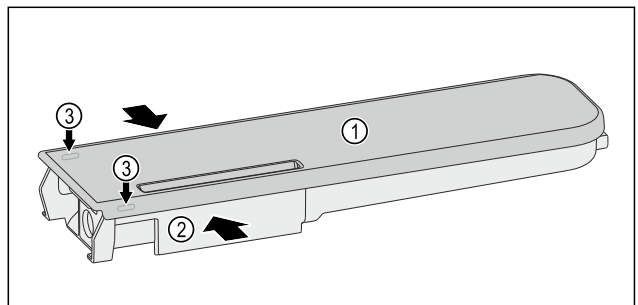

Fig. 130
- Wasserbehälter Fig. 130 (2) zusammendrücken und Deckel Fig. 130 (1) vorsichtig über die Rastnasen Fig. 130 (3) hebeln und hochziehen.
- Deckel Fig. 130 (1) leicht hin- und herbewegen und nach oben entnehmen.